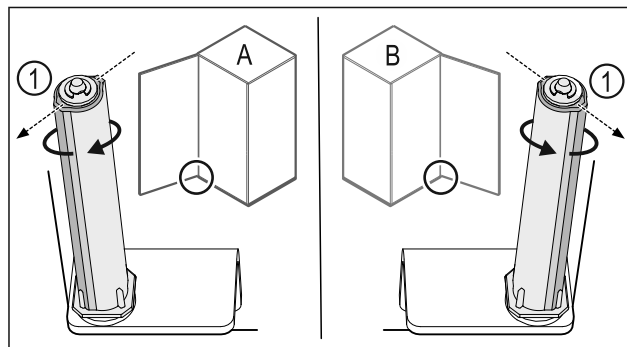

Fig. 28 左门挡(A) / 右门挡(B)
- ▶ 克服阻力转动关门系统，直至关门系统 Fig. 28 (1)的连接片朝外。